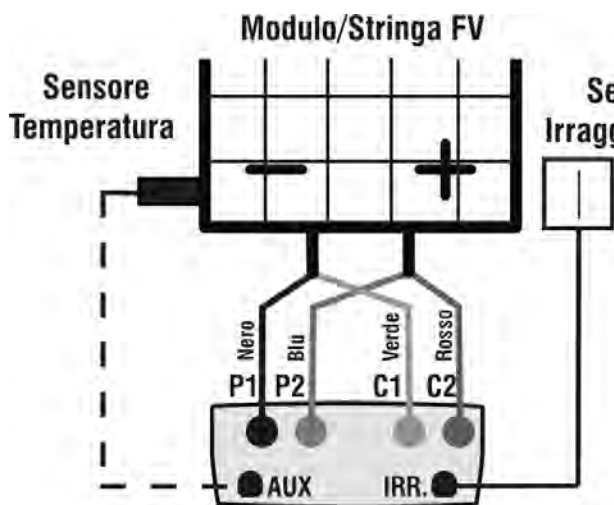

Fig. 7a: Collegamento strumento al modulo/stringa FV
20. Collegare lo strumento al modulo/stringa in prova come mostrato nella seguente Fig. 7a. In particolare collegare il polo Negativo in uscita dal modulo/stringa ai terminali P1, C1 e il polo Positivo in uscita dal modulo/stringa ai terminali P2, C2. In modalità di attivazione misura "Auto" è raccomandato l'uso dell'accessorio opzionale KITKELVIN